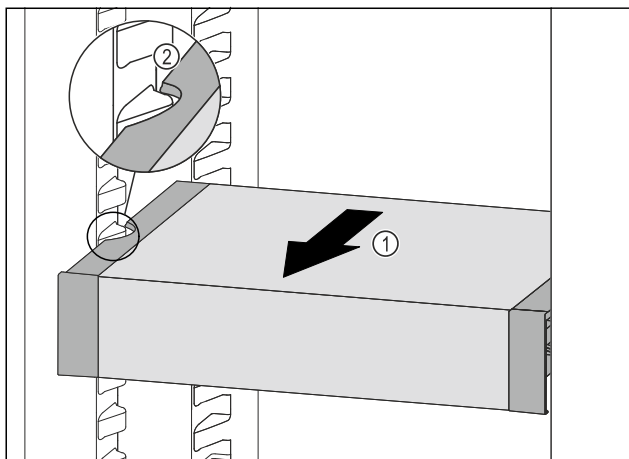

Fig. 96
- ▶ Træk VarioSafe fremefter Fig. 96 (1), indtil udsparringerne i siden på VarioSafe er på niveau med beholderribben i kølesektionen. Fig. 96 (2)